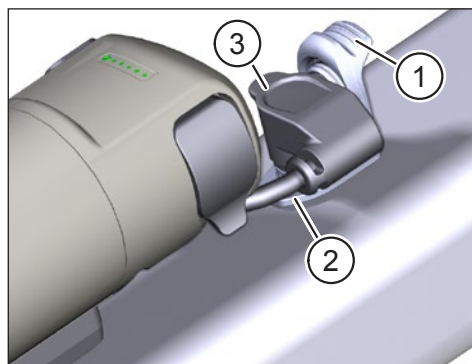

Fig. 8: Collegare il cavo di connessione alla porta di ricarica
- ▶ Aprire il coperchio (Pos. 1 in Fig. 8) sulla porta di ricarica (Pos. 2 in Fig. 8) nel telaio della e-bike.
- ▶ Allineare il connettore (Pos. 3 in Fig. 8) del cavo di collegamento in modo che i codici del connettore e della porta di ricarica corrispondano.
- ▶ Inserire la spina nella porta di ricarica e fissare la spina con il coperchio (Pos. 1 in Fig. 8).